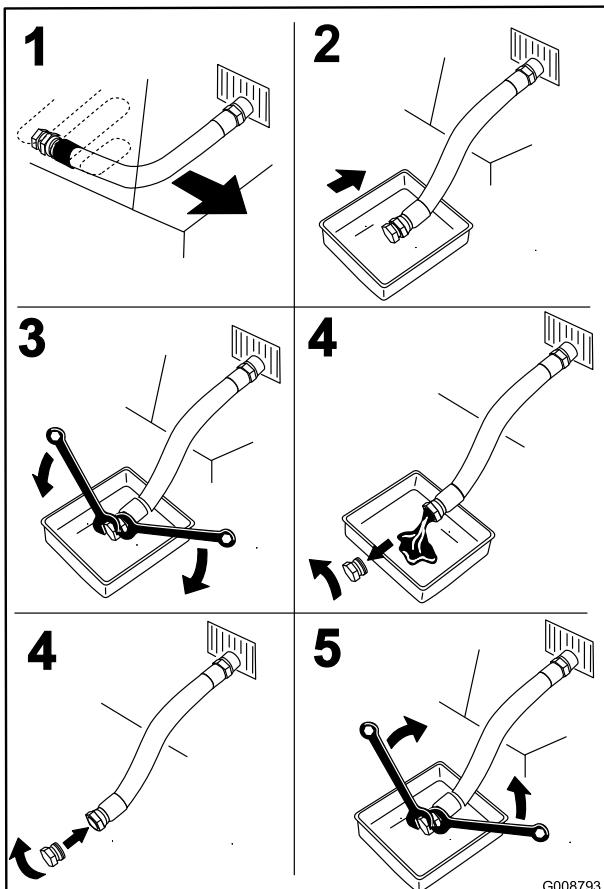

Figure 49
- Avant de quitter la position de conduite, coupez le moteur, enlevez la clé de contact et attendez l'arrêt complet de toutes les pièces mobiles (Figure 49).